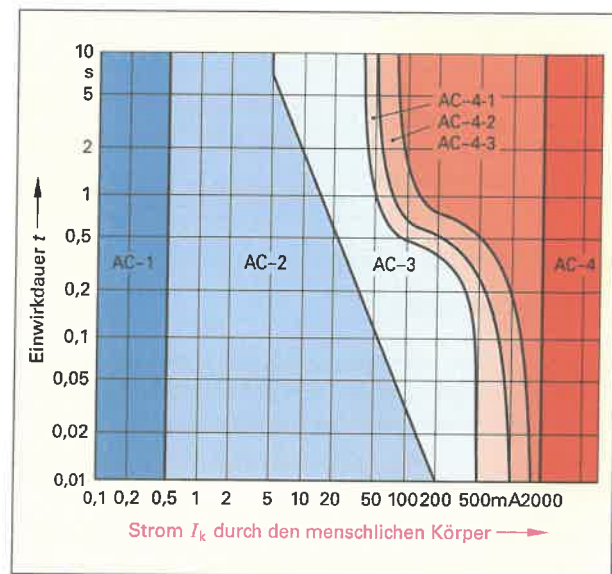

Bild 2: Wirkungsbereiche
- Fließt Strom durch den menschlichen Körper, kommt es zu Körperreaktionen. Die Körperreaktionen hängen von der Einwirkdauer  $t$  und der Stromstärke  $I_k$  ab. Geben Sie in **Tabelle 1** jeweils den Bereich AC-1 bis AC-4 (**Bild 2**) an, in dem die Körperreaktion erfolgt.
- Ermitteln Sie in **Tabelle 2** die zugehörigen Körperreaktionen beim Berühren unter Spannung stehender Teile aus dem Bild 2.